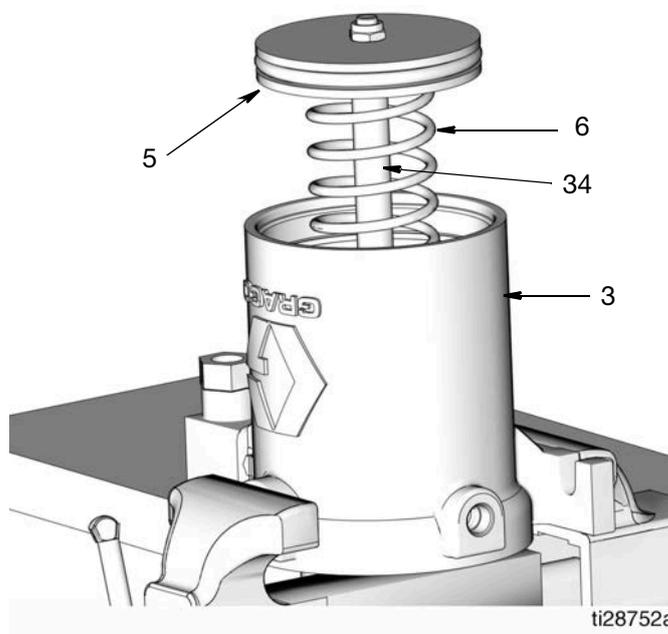

FIG. 21
NOTA: Hay un muelle (6) (FIG. 21) dentro del cilindro del motor neumático (3) debajo del pistón (5). Presione con la mano sobre la tapa (1) y sujétela mientras afloja los tornillos de la tapa (1a) (FIG. 21).
20. Junta tórica del eje del pistón (36) junta del pistón (4)
- a. Saque el eje del pistón (34), el pistón (5) y el muelle (6) del cilindro del motor neumático (3) (FIG. 21).